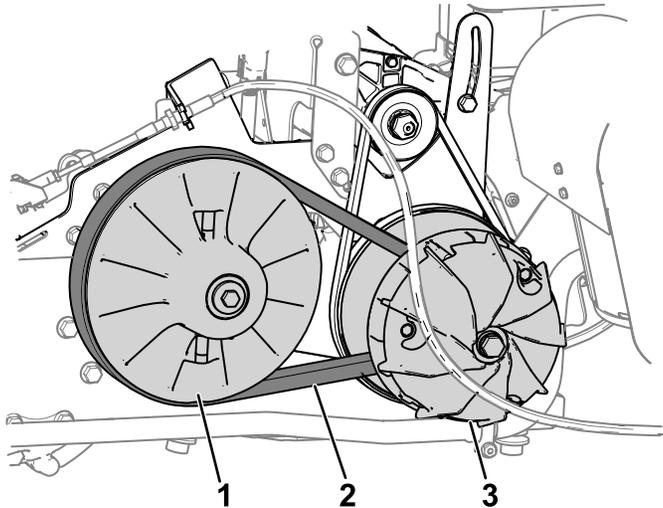

Figura 56
2. Haga girar la correa y llévela sobre el embrague secundario (Figura 56).
3. Retire la correa del embrague primario (Figura 56).